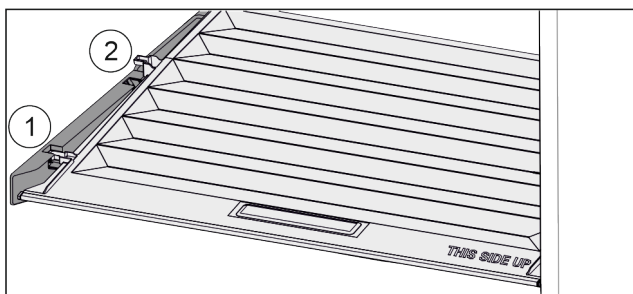

Fig. 31
- Tirer le couvercle vers l'avant jusqu'à dans l'orifice des pièces de retenue Fig. 31 (1).
- Le soulever par le bas à l'arrière et le sortir par le haut Fig. 31 (2).